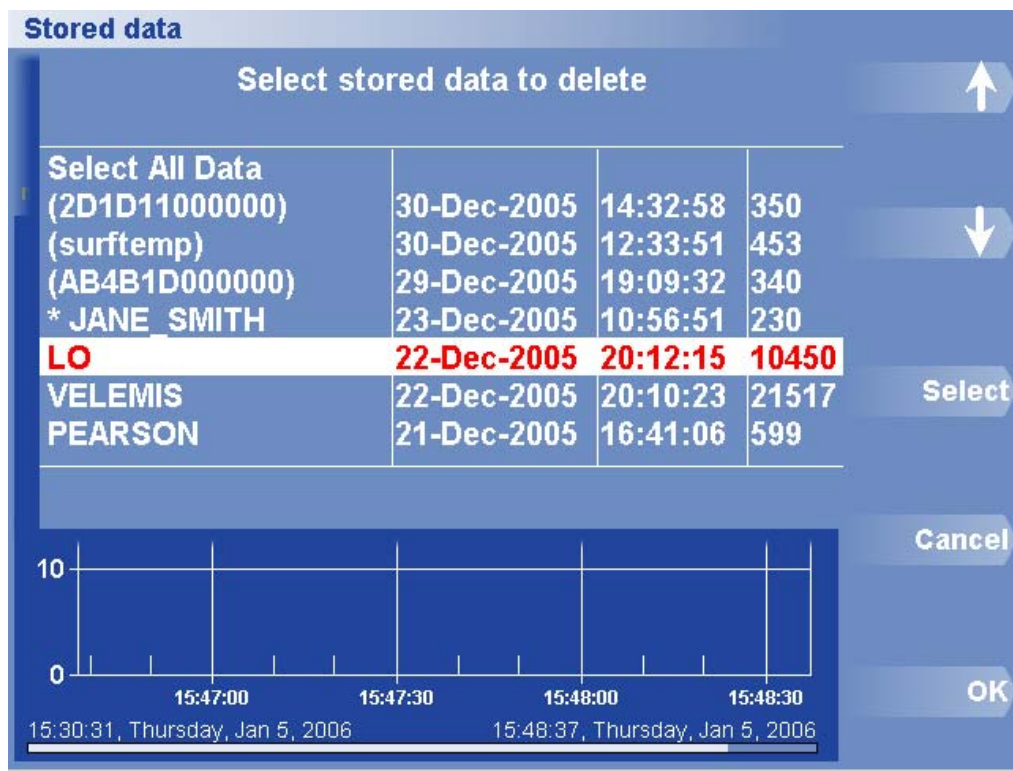

Figura 17. Caixa de Diálogo e Menu Apagar Dados
1. Prima Stored Data (Dados Armazenados) > Delete Data (Apagar Dados). Aparece a lista Apagar Dados Armazenados (Figura 17).